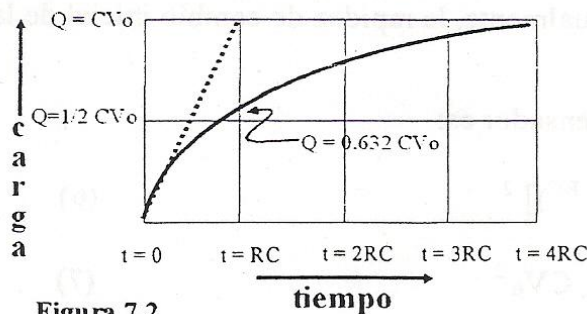
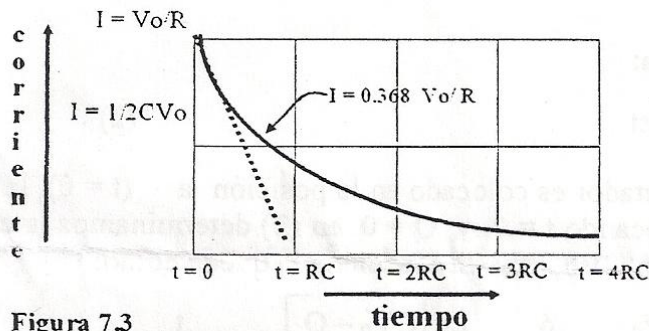

Figura 7.2
Figura 7.3
Esta ecuación muestra como Q varía con el tiempo, partiendo de $Q = 0$ en $t = 0$ hasta el valor final $Q = CV_0$ en $t = \infty$. La ecuación (3) es graficada como una curva sólida en la figura 7.2. Nótese que la carga se eleva a $(1 - 1/e)$ veces su valor final en el tiempo $t = RC$. Este tiempo RC , se llama *constante de tiempo τ del circuito*.
Como se muestra en la figura 7.3, esta corriente se inicia con un valor V_0/R debido a que en $t = 0$ el condensador está descargado y todo el voltaje de la fuente de alimentación aparece a través de la resistencia.
La corriente inicial V_0/R en la figura 7.3 es la pendiente inicial de la curva en la figura 7.2. Como es indicado por la línea discontinua en la figura 7.2, una línea recta de esta pendiente pasaría por el punto $Q = CV_0$ en $t = RC$, pues la línea que pasa a través de este punto tiene pendiente $CV_0/RC = V_0/R$, igual a la pendiente inicial de la curva sólida. Así pues, si la corriente continúa entrando al condensador a su rapidez o razón inicial, el condensador sería completamente cargado en un tiempo igual a la constante de tiempo. La línea discontinua en la figura 7.3 es igualmente, la rapidez de cambio inicial de la corriente y tiene propiedades similares.
La carga a lo largo de una curva es de la misma forma como en la figura 7.3, con la misma constante de tiempo en el proceso de carga. La corriente de descarga
es exactamente la misma que la corriente de carga dada por la ecuación (5) y la figura 7.3, excepto que es invertida como lo indica el signo menos. El voltaje instantáneo en C es: